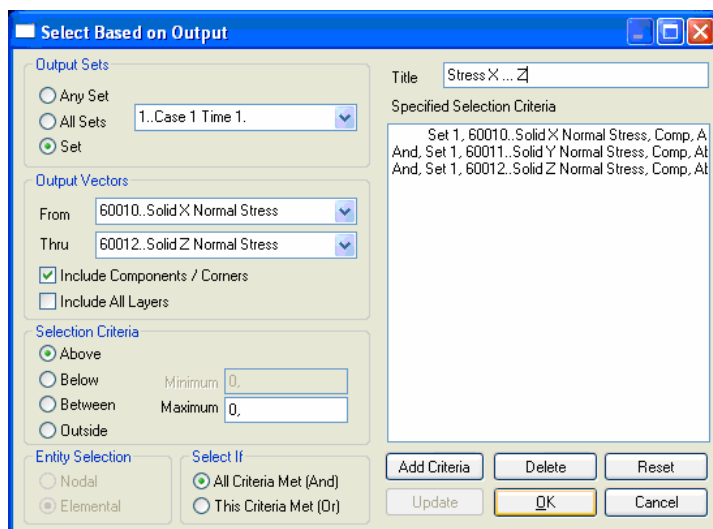

Рис.1.17. Диалоговая панель генерирования групп результатов расчетов
- „**Generate With Output...**”: генерировать группы с результатами расчетов. В секции „**Output Set**” (см. рис.1.17) нужно указать, какие наборы результатов будут задействованы: „**Any Set**” (любой), „**All Sets**” (все), „**Set**” (избрать со списка конкретный набор). В секции „**Output Vector**” указывается диапазон функций: „**From**” (от), „**Thru**” (через). При необходимости инициируются опции „**Include Components / Corners**” (включать компоненты / узлы) и/или „**Include All Layers**” (включать все уровни). В секции „**Selection Criteria**” (критерии выбора) – выбрать одну из радиокнопок: „**Above**” (выше), „**Below**” (ниже), „**Between**” (между), „**Outside**” (извне), при необходимости – ввести значение „**Minimum**” и/или „**Maximum**”. В секции „**Entity Selection**” (выбор объекта) указать „**Nodal**” (узловые) или „**Elemental**” (элементные) значения. В секции „**Select If**” (избрать, если) установить или „**All Criteria Met (And)**” (все критерии, которые встретились (И)) или „**This Criteria Met (Or)**” (эти критерии, что встретились (Или)). Кнопками „**Add Criteria**”, „**Delete**”, „**Update**” и „**Reset**” создается и редактируется список в поле „**Specified Selection Criteria**”. Для окончания есть команда „**OK**”;